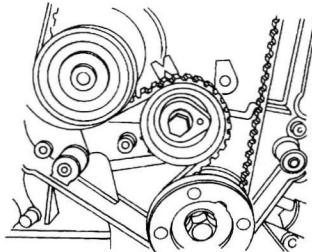

图 1-1-8 转动六角形轴头，张紧皮带
4. 逆时针转动六角形轴头，张紧皮带（图 1-1-8）。直至指针转到对准缺口时为止。